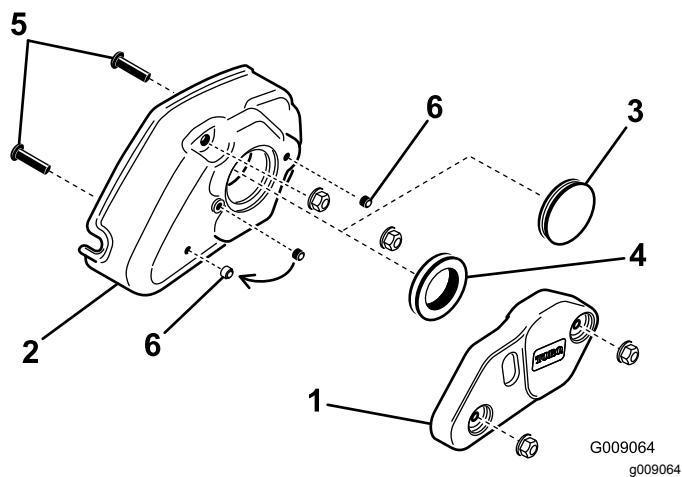

Рисунок 21
2. Отверните две фланцевые гайки (5/16 дюйма), крепящие груз механической щетки к ее крышке, и снимите груз (Рисунок 21).
- Снимите сплошную втулку с крышки и установите на ее место резиновую кольцевую втулку, входящую в комплект универсальной механической щетки (Рисунок 21).
- Отверните 2 винта (5/16 x 1 1/4 дюйма), завернутые в крышку (Рисунок 21).
- Выверните установочный винт из центрального отверстия крышки механической щетки (Рисунок 21).